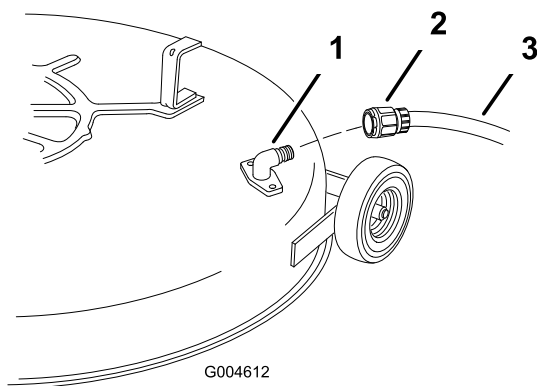

Figure 50
5. Vissez le raccord à l'embout de lavage du carter du plateau de coupe et ouvrez l'eau en grand (Figure 50).